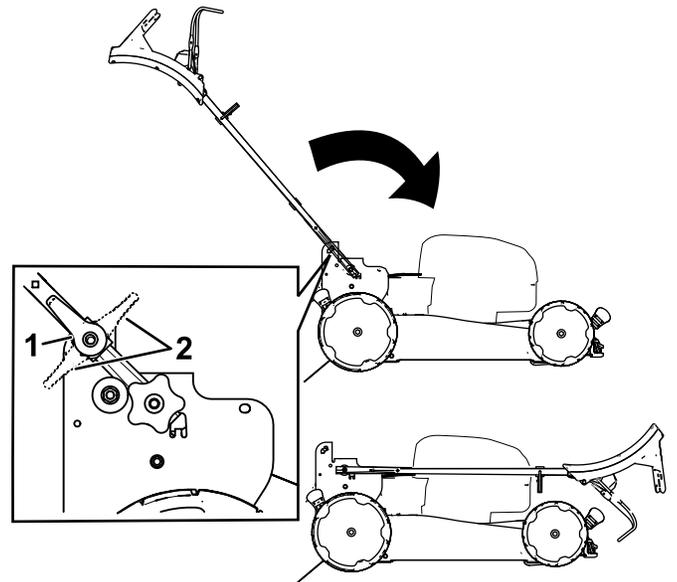

Рисунок 23
- Разблокируйте фиксаторы рукоятки (Рисунок 23).
- Полностью сложите рукоятку вперед (Рисунок 23).